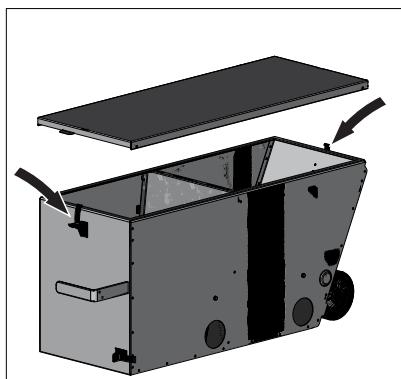

Fig.34 Allentare le chiusure flangiate, rimuovere il coperchio e svuotare il contenitore cenere
- Allentare entrambe le chiusure flangiate nella parte superiore del coperchio, rimuovere il coperchio e svuotare il contenitore cenere – Fig. 34.